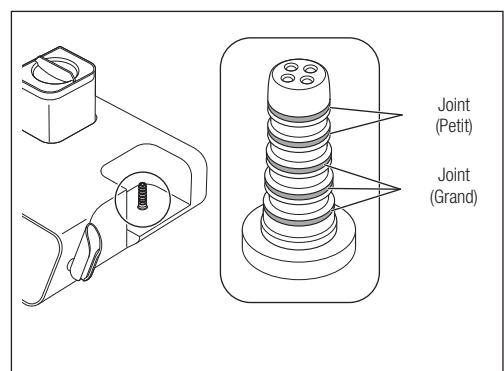

Fig. 47
- 1) Retirez les joints du connecteur de base de la chambre à l'aide d'une aiguille, etc. (Fig. 47).
ATTENTION  • Étant donné que la taille des joints diffère, veillez à les remettre à l'emplacement correct (Fig. 47).